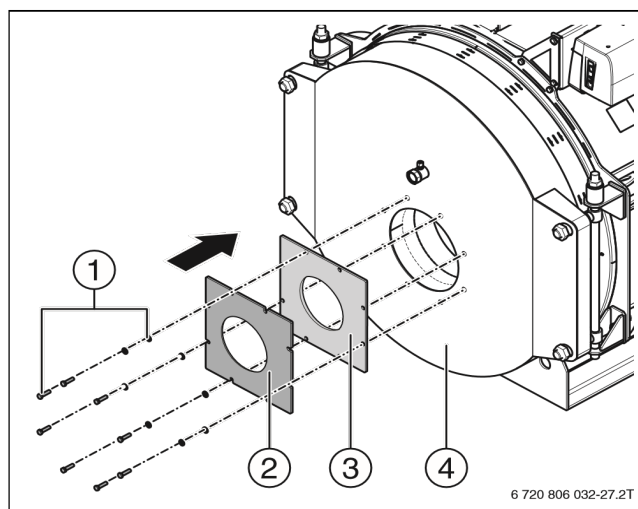

Рисунок 17 Монтаж пластины под горелку
- Наденьте уплотнение на фланец горелки (Рисунок 17, [3]).